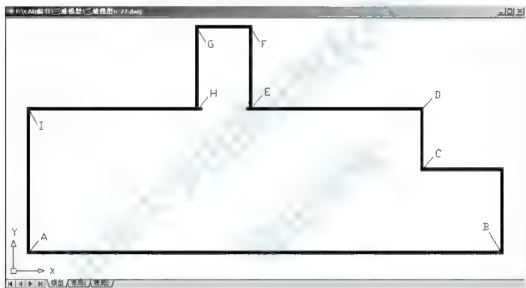
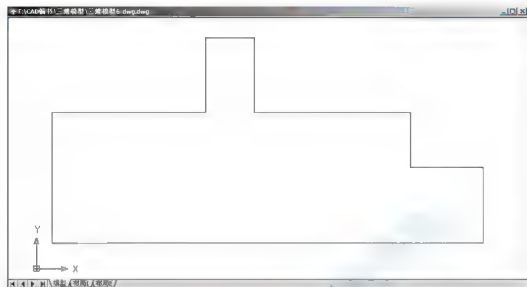

图 6.31 调整视图为俯视图
图 6.32 绘制屋面的轮廓
(1) 改变当前图层: 建立【屋面】图层并将其设置为当前层, 然后将【柱】、【门窗框】、【玻璃】、【勒脚】、【墙线】和【轴线】图层关闭。
(2) 执行菜单栏中的【视图】|【三维视图】|【俯视】命令, 将视图调整为俯视图状态, 结果如图 6.31 所示。
(1) 在命令行输入“PL”后按 Enter 键, 启动绘制多段线命令。
(2) 在指定起点: 提示下, 捕捉如图 6.31 所示的 A 点作为多段线的起点。
(3) 在指定下一个点或 [圆弧(A)/ 半宽(H)/ 长度(L)/ 放弃(U)/ 宽度(W)]: 提示下, 输入“W”。
(4) 在指定起点宽度 <80.0000>: 提示下, 输入“0”。
(5) 在指定端点宽度 <0.0000>: 提示下, 输入“0”。
(6) 在指定下一点或 [圆弧(A)/ 闭合(C)/ 半宽(H)/ 长度(L)/ 放弃(U)/ 宽度(W)]: 提示下, 依次捕捉图 6.31 中的 B、C、D、E、F、G、H 和 I 点。
(7) 在指定下一点或 [圆弧 (A)/ 闭合 (C)/ 半宽 (H)/ 长度 (L)/ 放弃 (U)/ 宽度 (W)]: 提示下, 输入 “C” 后按 Enter 键。
(8) 将【墙】图层关闭, 结果如图 6.32 所示。